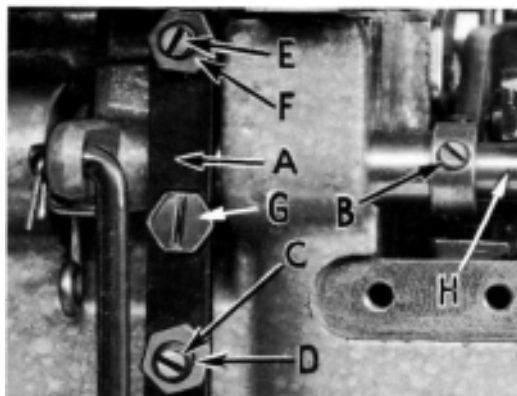

FIG. 11
Assemble the presser foot to presser arm. With needle in high position, swing presser arm into sewing position and set the presser foot to align needle holes (front and back) and flat on the throat plate. The front edge of needle hole in presser foot must be aligned with front edge of needle hole in throat plate. It is also important that the bottom of the presser foot be flat on the throat plate. If necessary, presser foot can be realigned with throat plate slots by shifting the foot lifter lever shaft (H, Fig. 11). To move the shaft, loosen collar screws (B, Fig. 11) and clamp screw (G) and then shift the foot lifter lever shaft to the left or right as required. Retighten collar screws and clamp screw.
The foot lifter lever arm (A, Fig. 11) and the collar (B) secure the shaft. Be sure the presser arm does not bind and rise when presser foot release bushing is unlocked.
Montieren Sie den Drückerfuß am Drückerfußarm. Bei Nadelhochstellung schwenken Sie den Drückerfußarm in Nähstellung und stellen den Drückerfuß so, daß die stichloch-schlitz übereinstimmen (vorn und hinten) und er flach auf der Stichplatte aufsitzt. Die Vorderkante des Nadelschlitzes im Drückerfuß muß sich mit der Vorderkante des Nadelschlitzes in der Stichplatte decken. Es ist auch wichtig, daß die Drückerfußsohle nach auf der Stichplatte liegt. Wenn notwendig, kann der Drückerfuß nach den Stichplatten-schlitz ausgerichtet werden indem man die Drückerfuß-Lifterhebelwelle (H, Fig. 11) verschiebt. Zum verschieben der Welle lösen Sie die
Schrauben (B, Fig. 11) im Stelling und die Klemmschraube (G) und dann schieben Sie die Drückerfuß-Lifterhebelwelle nach Bedarf nach links oder rechts. Ziehen Sie die Schrauben im Stelling und die Klemmschraube wieder an.
Der Drückerfuß-Lifterarm (A, Fig. 11) und der Stelling (B) sichern die Welle seitlich. Achten Sie darauf, daß der Drückerfußhebel nicht klemmt und in die Höhe geht wenn die Muffe für den Drückerfußdruck entriegelt wird.